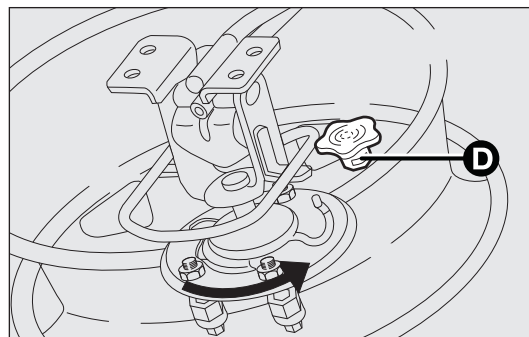

fig. 169
- ☐ raccrocher la roue au support en la tournant jusqu'au bout de la boutonnière (comme l'indique la fig. 169) et visser le pommeau D ;